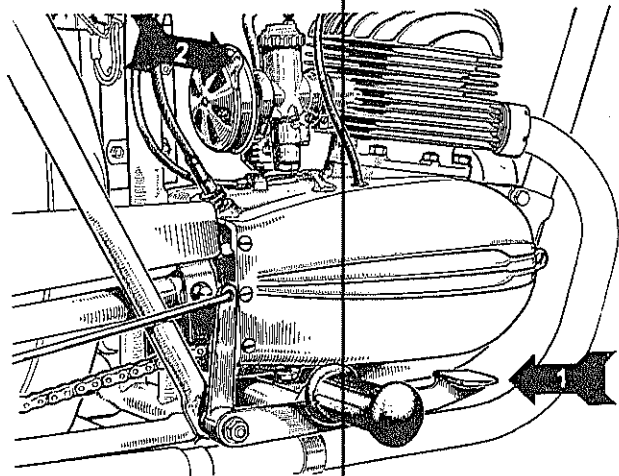

Fig. 4
6. Het **pedaal voor de achterrem** is rechts geplaatst (Fig. 4, n° 1).
7. De **hefboom voor de luchtklep**, aan de rechterzijde van het luchtfilter, maakt mogelijk het gasmengsel rijker te maken door de luchttoevoer gedeeltelijk af te sluiten (Fig. 4, n° 2).